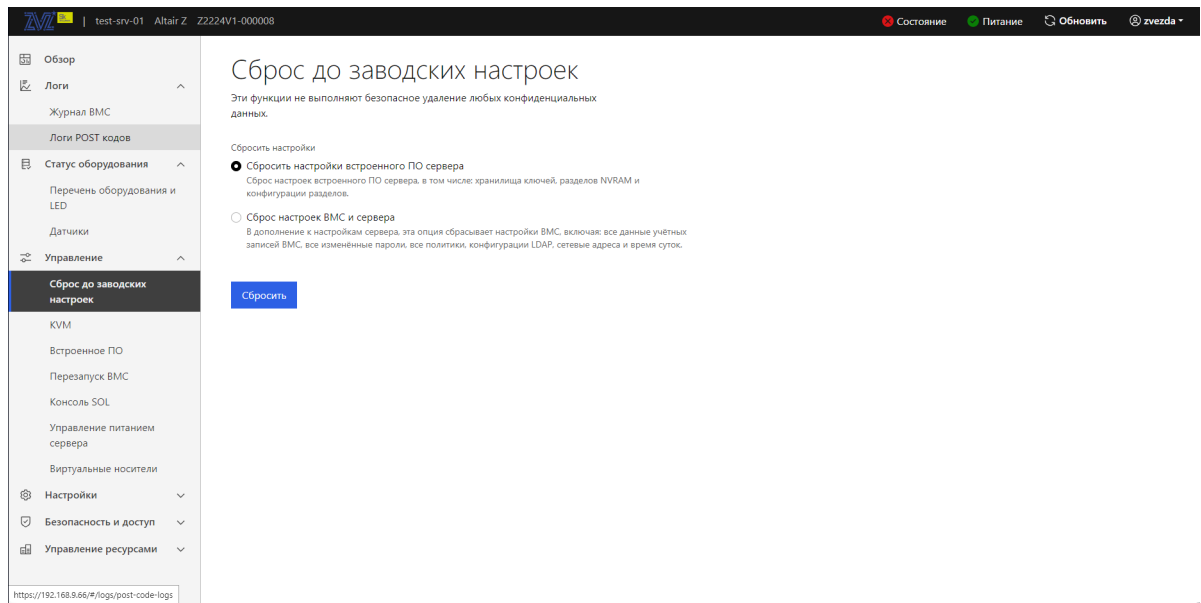

Рис. 84. Окно «Сброс до заводских настроек»
- 2) Пройдите во вкладку «Управление» → «Сброс до заводских настроек» в данной вкладке осуществляется сброс настроек сервера до заводского состояния. В поле «Сбросить настройки» выберите сброс тех настроек которые вы хотите произвести (сброс настроек встроенного ПО сервера либо сброс настроек BMC и сервера) и нажмите кнопку «Сбросить». Окно показано на рис. 84 Окно «Сброс до заводских настроек»